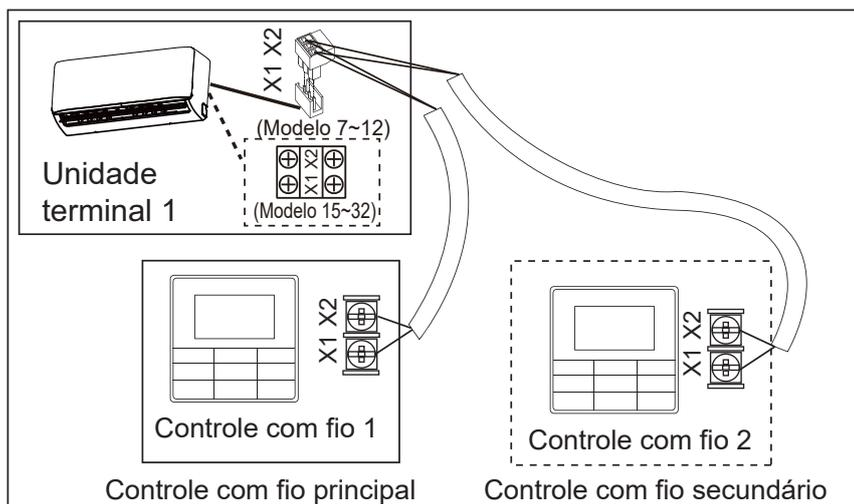

Figura 6.8
- Use 1 controle com fio para controlar 1 unidade terminal ou 2 controles com fio (um principal e um secundário) para controlar 1 unidade terminal (consulte a Figura 6.8);